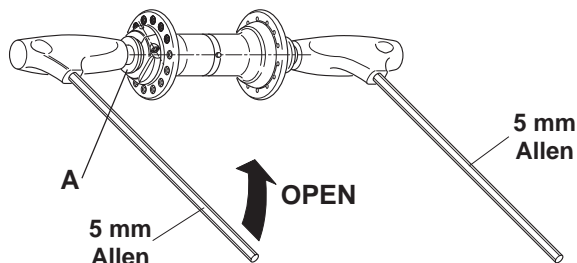
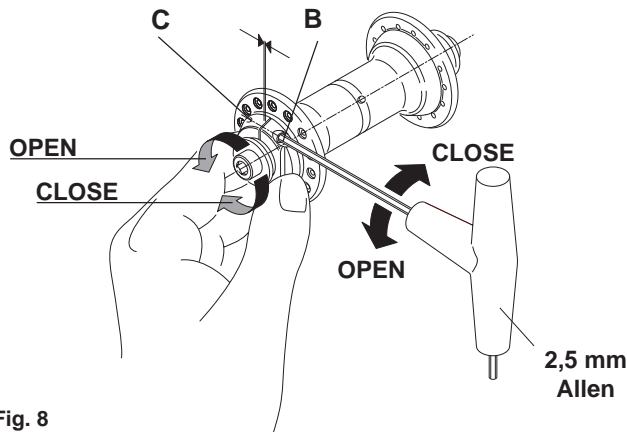

Fig. 7
Fig. 8
- Inserite bene (per almeno 10mm) la chiave a brugola da 5mm nel dado (A - Fig. 7) sul lato registrazione e svitatelo contrastando la rotazione del perno con l'altra chiave a brugola bene inserita nell'estremità opposta del perno. Allentate di circa 3 giri la vite (B) con la chiave a brugola da 2.5mm inserita a fondo (**Record** e **Chorus**, Fig. 8) o per mezzo di un cacciavite a croce Phillips (per **Daytona**), svitate e rimuovete la ghiera (C). (Continua a pag. 21)
- Fit the 5 mm Allen wrench properly onto nut (A - Fig. 7) (insert at least 10mm) on the adjustment side and unscrew the nut, countering the rotation of the axle with the other Allen wrench fitted properly onto the opposite end of the axle (Fig. 7). Loosen screw (B) by about 3 turns with the 2.5 mm Allen wrench fully engaged (Fig. 8 for **Record** and **Chorus**) or with a Phillips type screwdriver (for **Daytona**), unscrew and remove the lock ring (C). (Continued on Page 21)
- Den 5 mm Inbusschlüssel tief (mindestens 10 mm) in die Mutter (A - Abb. 7) einführen und diese lockern. Dabei der Rotation der Achse mit einem zweiten Inbusschlüssel entgegengewirken, der auf der anderen Seite der Achse tief eingeführt wird (Abb. 7). Bei **Record** und **Chorus** mit dem tief eingeführten 2.5 mm Inbusschlüssel (Abb. 8) und bei **Daytona** mit dem Phillips Schraubenzieher die Schraube (B) mit 3 Umdrehungen lockern, die Einstellbuchse (C) losschrauben und abnehmen. (Fortsetzung auf S. 21)
- Fixez (au moins 10 mm.) la clé à 6 pans de 5 mm. dans l'écrou (A) et dévissez-le en empêchant la rotation de l'axe avec l'autre clé à 6 pans bien fixée à l'extrémité opposée de l'axe (fig. 7). Déserrez d'environ 3 tours la vis (B) avec la clé Allen de 2.5 fixée à fond (Fig. 8) (pour **Record** et **Chorus**) ou avec un tournevis croix Phillips (pour **Daytona**), dévissez et enlevez la bague (C). (suite à page 21)
- Introducir bien (por lo menos 10 mm) la llave allen de 5 mm en la tuerca del lado de regulación (A) y aflojarla contrastando la rotación del eje con la otra llave allen bien introducida en la extremidad opuesta del eje (Fig. 7). Aflojar unos tres giros el tornillo (B) con la llave allen de 2.5 mm introducida hasta el fondo (para **Record** y **Chorus**) (Fig. 8) o con el destornillador a cruz (para **Daytona**) y desenroscar la virola (C). (sigue a pag. 21)
- Plaats de 5 mm inbussleutel goed in moer A (minstens 10 mm) en draai de moer los terwijl u de as vasthoudt met de andere inbussleutel aan het andere eind van de as (Fig. 7). Draai schroef B drie slagen los met de 2.5 mm inbussleutel (Fig. 8 voor **Record** en **Chorus**) of een kruisschroevendraaier (voor **Daytona**), draai de borgmoer (C) los en verwijder hem. (Vervolg op pagina 21)